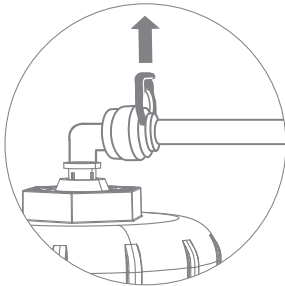

Рис. 26
3. Отсоедините стопорную клипсу, фиксирующую цангу (рис. 26). Отсоедините трубку, удерживая цангу прижатой к корпусу (см. раздел «Удаление заглушек и отсоединение трубок» (стр. 8)). При необходимости отсоедините все трубки от корпуса мембраны и извлеките его из корпуса фильтра.